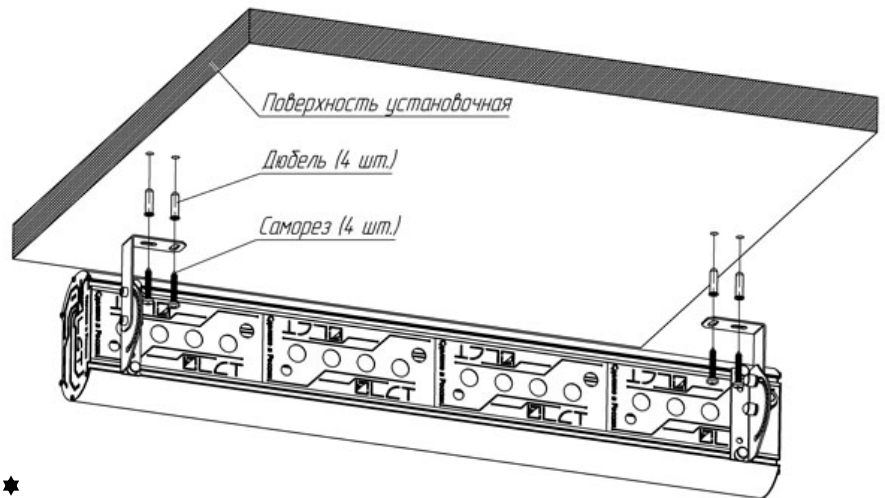

Рис. 8
6.7.6 Закрепить светильник на установочной поверхности. Рис. 8.